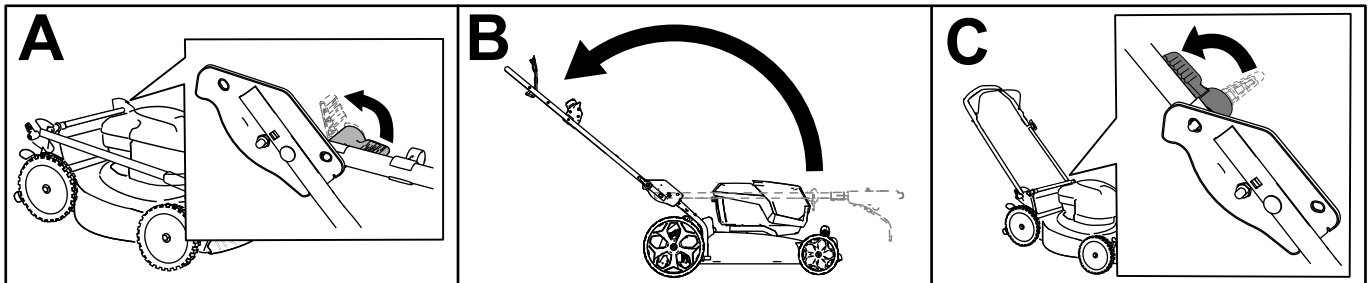

Figure 4
1. Déverrouillez les verrous du guidon (A de Figure 4).
2. Ramenez le guidon en arrière à la position d'utilisation (B de Figure 4).
4. Engagez le verrou du guidon jusqu'à ce que la goupille s'enclenche en place et verrouille le guidon à la position d'utilisation (C de Figure 4).